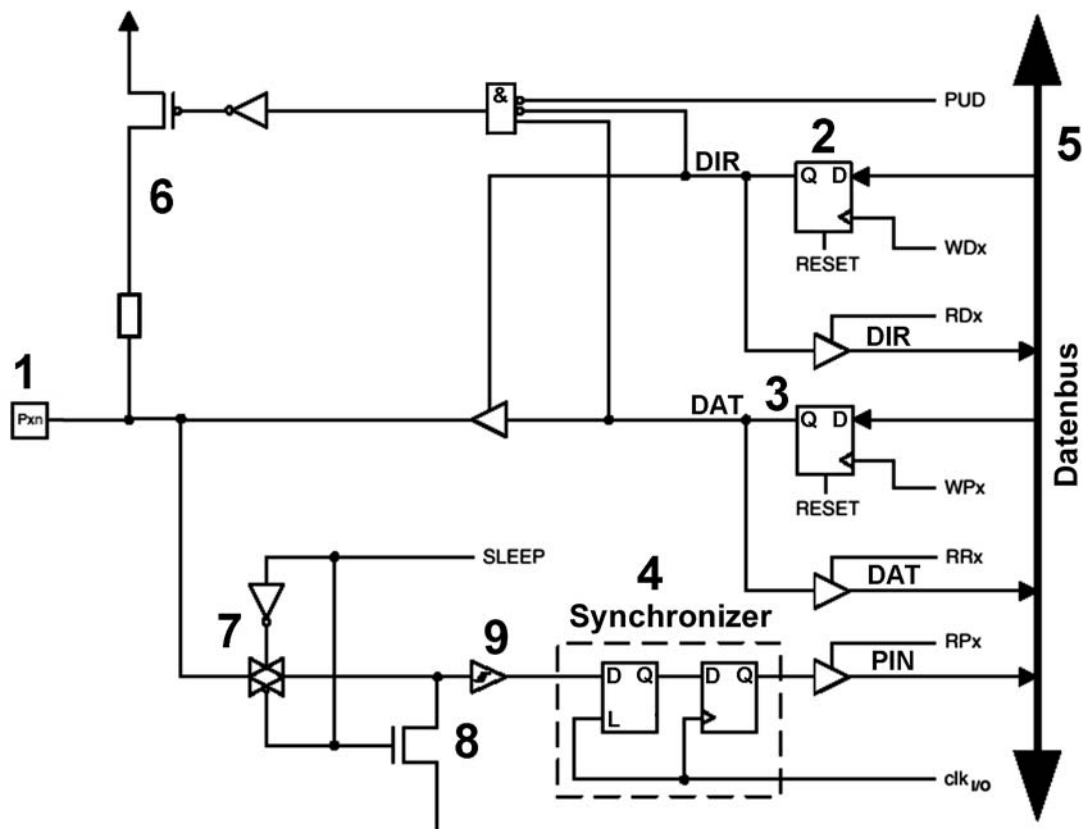

Abb.1.9 Mikrocontroller-Port. Eine einzelne Bitposition (nach Atmel)
- in Mikrocontrollern: die E-A-Ports enthalten Synchronisationsvorkehrungen (Abb. 1.9). Anschließen asynchroner Signale unbedenklich möglich.